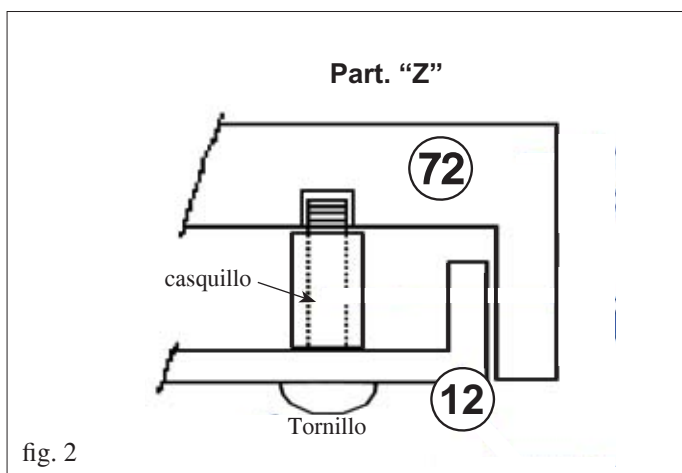

fig. 2
Para un correcto funcionamiento de la parte frontal anterior superior (72) es necesario interponer entre esta y la parte frontal (12) el casquillo que se suministra, como se indica en la figura "Z" (fig. 2).